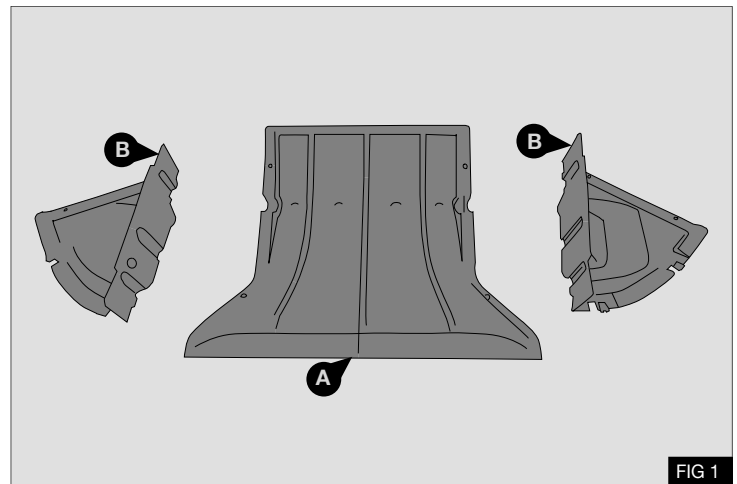

FIG 1
3. Extraiga el panel inferior (A) - Fig 1
4. Extraiga las protecciones de plástico inferiores (B) de los laterales del parachoques - Fig 1